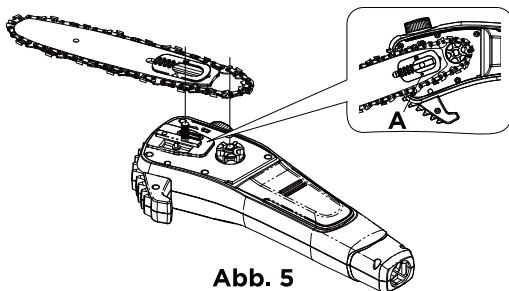

Abb. 5
3. Montieren Sie die Kette auf das Antriebskettenrad und vergewissern Sie sich, dass die Befestigungsschraube des Schwerts auf dem Schienenkissen in die Keilnut der Öffnung auf des Schwerts und der Spannstift auf dem Schienenkissen in die Nut (A) auf das Schwert passt. (Abb. 5, 6)